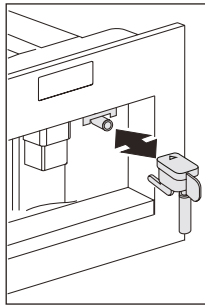

Fig. 13
- Pour utiliser à nouveau l'appareil, insérez le bec d'eau chaude (Fig. 13) s'il n'est pas déjà en position, appuyez sur l'icône ☼ (B9). Le message « **HOT WATER PRESS OK** » (EAU CHAUDE APPUYER SUR OK) s'affiche. Appuyez sur l'icône ☼ (B9) dans un délai de quelques secondes et distribuez de l'eau depuis le bec pendant environ 30 secondes. Lorsque la distribution s'arrête, les modes de base sont de nouveau affichés.